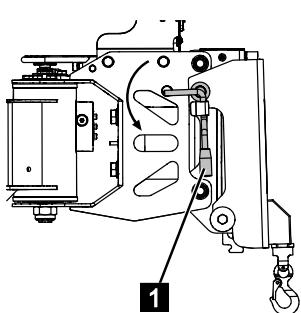

Abb. 163
4. Verriegelungsbolzen (Abb.163/1) um 90° gegen den Uhrzeigersinn drehen, bis er einrastet.